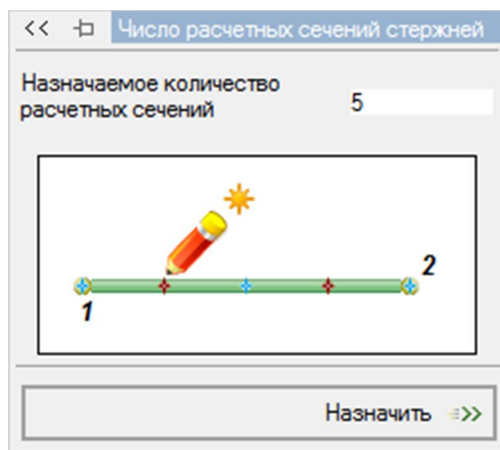

Рис. 14. Задание расчетных сечений элементов ригелей
- С помощью меню **Схема** → **Назначить стержням число расчетных сечений** (кнопка  на панели инструментов) вызовите панель активного режима **Число расчетных сечений стержней** (рис. 14);